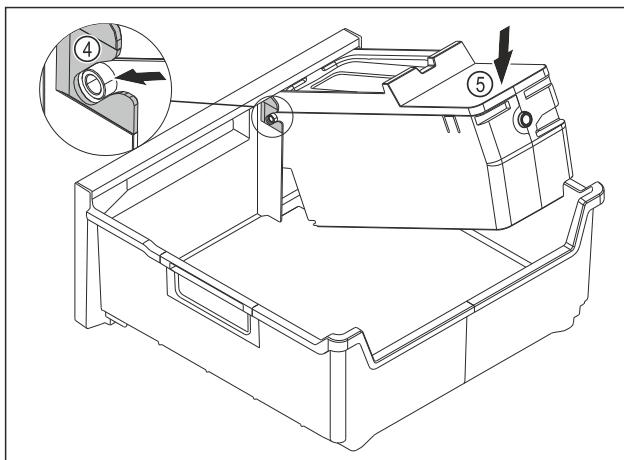

Fig. 82
- Встановіть корпус EasyTwist-Ice: Вставте осі корпусу EasyTwist-Ice в напрямні Fig. 82 (4).
- Натисніть на корпус EasyTwist-Ice Fig. 82 (5) ззаду вниз.